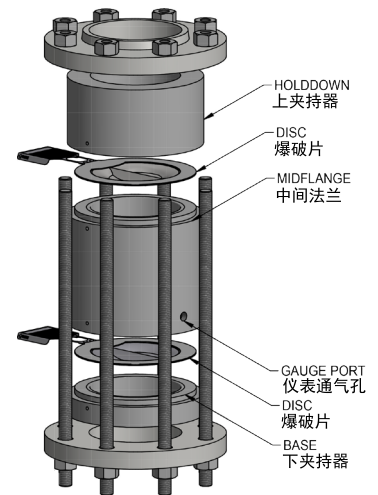
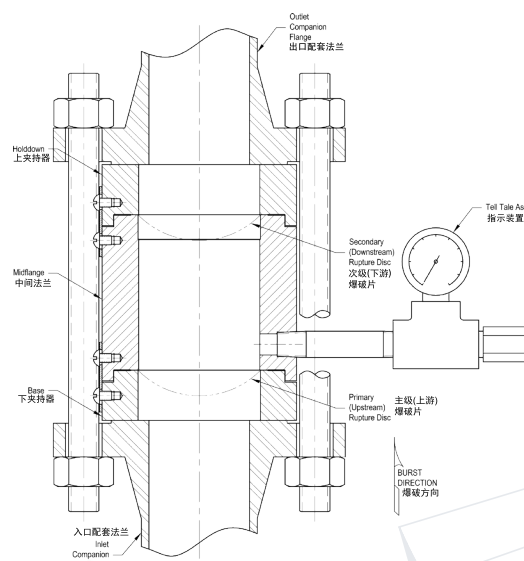

图 1: SRL 双爆破片装配 GI 分解图
图 2: 双爆破片 GI 安装
完整的 Fike 双爆破片 (DD) 夹持器装配由两片 Axius 或两片 SRL 爆破片安装在一个特别设计的夹持器里组成, 该夹持器由三个独立的部分组成 — 下夹持器, 中间法兰和上夹持器 (见图 1)。Fike GI 夹持器结构安装和维修简单, 在工作台上预先安装好, 然后直接安装到工业标准的配套法兰之间 (见图 2)。